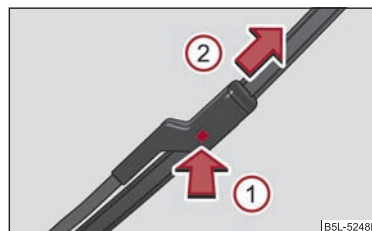

Fig. 51 Lamela ștergătorului de parbriz
- Apăsați siguranța  ⇒ fig. 51, pentru a debloca lamela, și trageți-o în direcția indicată de săgeată .